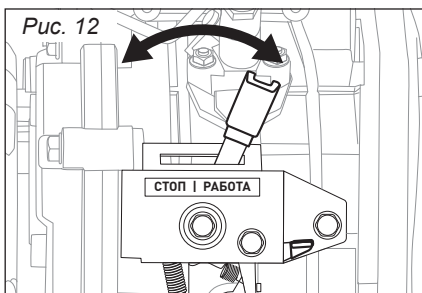

Рис. 12
- Переведите рычаг управления подачей топлива в положение «РАБОТА» (RUN), рычаг должен зафиксироваться в данном положении (рис. 12).